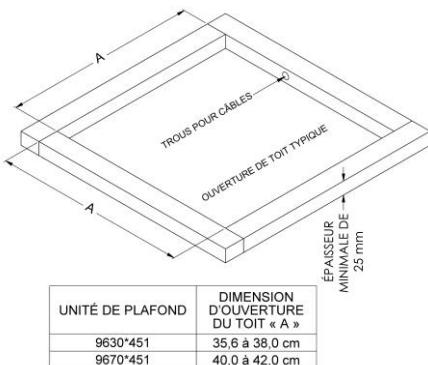

FIGURE 1
3. Examinez l'ouverture du toit. Si l'ouverture est plus petite que les dimensions indiquées dans le tableau de la figure 1, elle devra être agrandie.
- B. Si aucune ouverture de ventilation de toit n'est utilisée, une nouvelle ouverture (voir la figure 1) devra être découpée dans le toit du véhicule. Une ouverture
Airxcel Inc. recommande de prévoir un espace d'au moins 25 mm entre le toit du véhicule et le plafond intérieur. La figure 1 montre une structure de support typique. Il doit y avoir une ouverture qui traverse la structure afin de permettre le passage des câbles d'alimentation.